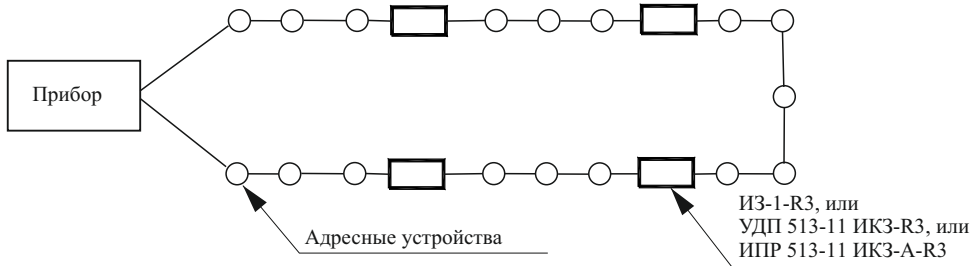

Рисунок 2
4.6 Применение ИПР с встроенным изолятором КЗ в АЛС позволяет разрывать кольцевую АЛС (рисунок 2) между двумя местами установки ИПР. Это локализует участок между ИПР и оставляет работоспособными остальные участки АЛС.